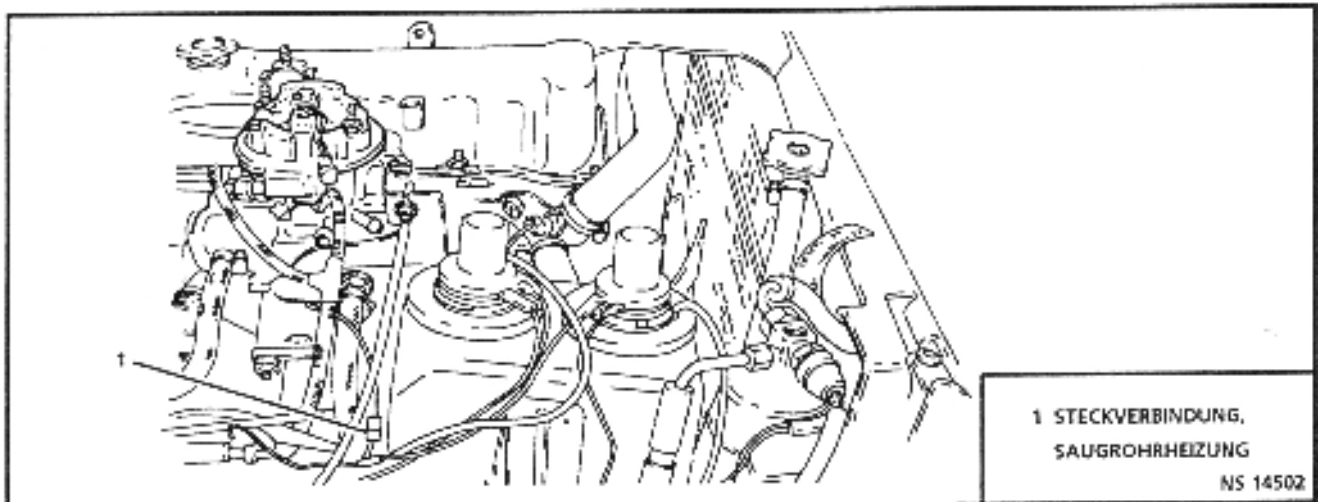
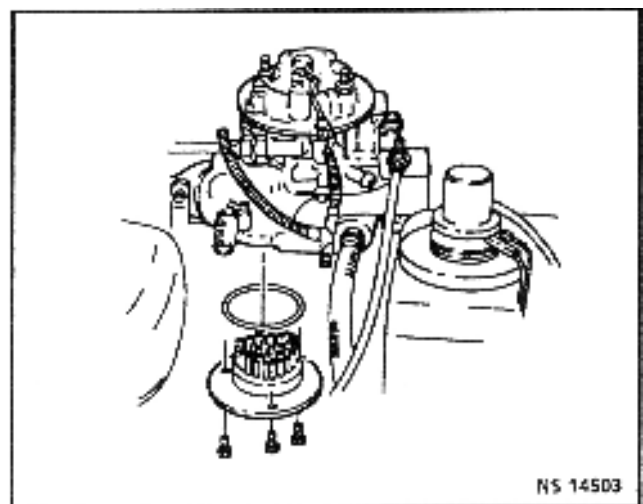

Bild 3.9-1 Steckverbindung - Saugrohrheizung
Bild 3.9-2 Ausbau der Saugrohrheizung
Bild 3.9-1 und 3.9-2
2. Steckverbindung trennen (Bild 3.9-1).
3. Drei (3) Bolzen zwischen Heizung und Saugrohr abmontieren.
4. Heizung und Dichtung von der Unterseite des Saugrohrs ausbauen (Bild 3.9-2).